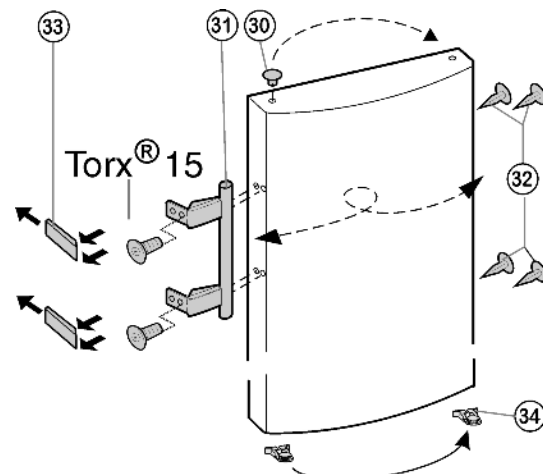

Fig. 7
- ▶ Выведите из фиксатора дверцы пружинный зажим *Fig. 7 (34)* и переставьте его на новую сторону шарнира.
- ▶ Извлеките пробку *Fig. 7 (30)* из опорной втулки дверцы и переставьте.
- ▶ Снимите и переставьте на противоположную сторону дверную ручку Fig. 7 (31), пробку Fig. 7 (32) и прижимные пластины Fig. 7 (33).